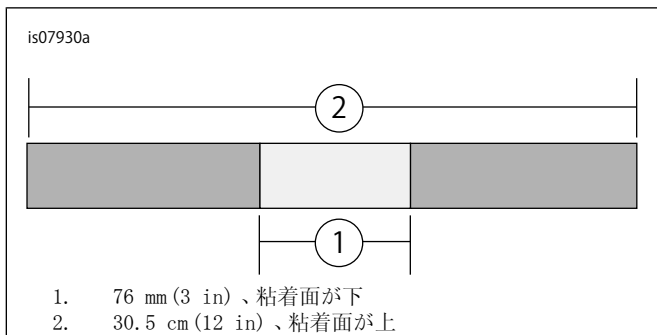

図1。不粘着ゾーンの作成
7. 「図1」を参照してください。マスキングテープを次のように準備します。(2) 30.5 cm (12 in) および76 mm (3 in) のテープ片にカットします。76 mm (3 in) のテープ片を30.5 cm (12 in) のテープ片の中央に、粘着面どうしを合わせて、不粘着ゾーンを作ります。